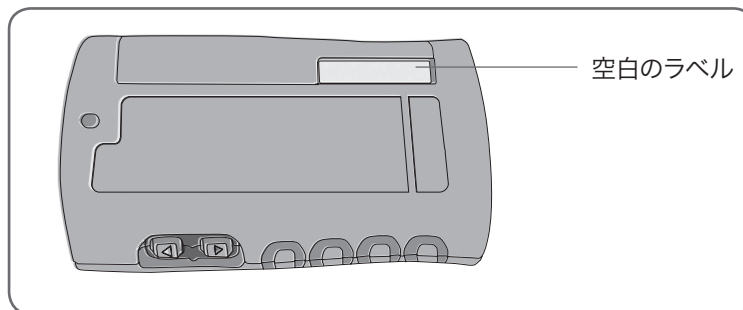

図 32 :システム ID 番号を記入するためのコントロール ユニットのラベル
7. コントロール ユニットが登録されたら、NESS L300 のキャリングケースに記載されたシステム ID 番号 (例:A334) を見つけて、コントロール ユニット裏面の空白のラベルに記入してください (図 32 を参照)。この ID 番号で新しいコントロール ユニットがどの NESS L300 システムに登録されたかがわかります。